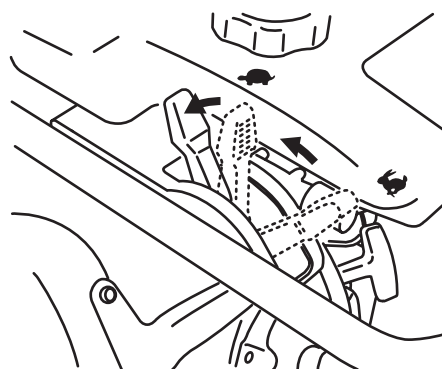

Рис. 9
1. Переместите рычаг дросселя из рабочего положения (☛) в положение холостого хода (☛). Дождитесь остывания двигателя в течение 3–5 минут, затем переместите рычаг дросселя в положение остановки. Двигатель заглохнет, а топливный кран закроется автоматически (рис. 9).